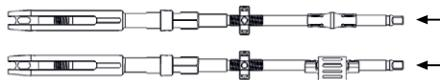

Fig. 12
- Insérer l'ensemble dans la douille extérieure FRI, voir Fig. 12.